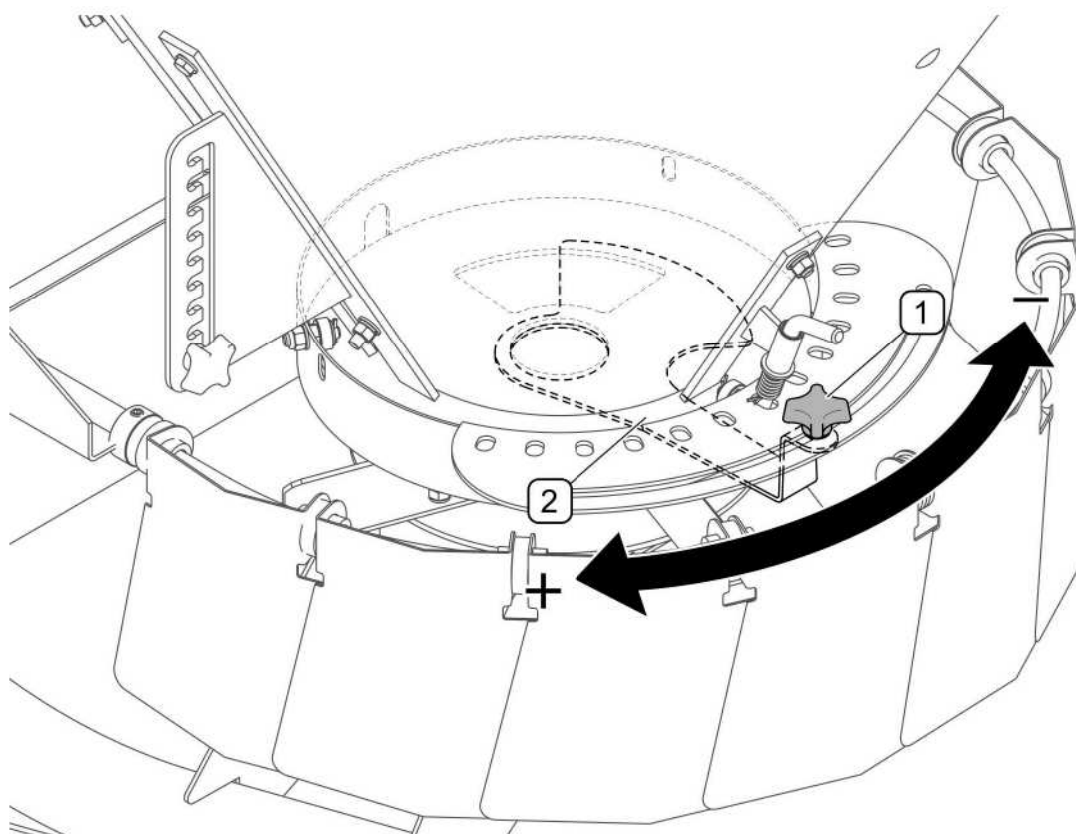

РИСУНОК 4.5 Регулирование дозы посыпки
(1) - рукоятка блокировки; (2) - рычаг регулятора дозирования
Регулирование дозы осуществляется при отвинченной рукоятке (1) соответствующим передвижением рычага (2). Передвигая рычаг (2) по часовой стрелке, увеличиваем дозировочное отверстие в нижней части бункера (РИСУНОК 4.5). В крайнем правом положении рычага дозировочное отверстие полностью закрыто. После окончания регулирования необходимо зафиксировать дозировку, завинчивая рукоятку (1).